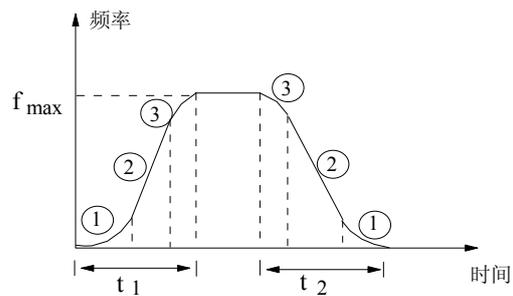

图5-15 S 曲线加减速
输出频率按照 S 形曲线递增或递减，如图 5-15 所示。
S 曲线起始段时间如图 5-15 中①所示，这里输出频率变化的斜率从 0 逐渐递增。
S 曲线上升段时间如图 5-15 中②所示，这里输出频率变化的斜率恒定。
S 曲线结束段时间如图 5-15 中③所示，这里输出频率变化的斜率逐渐递减到 0。